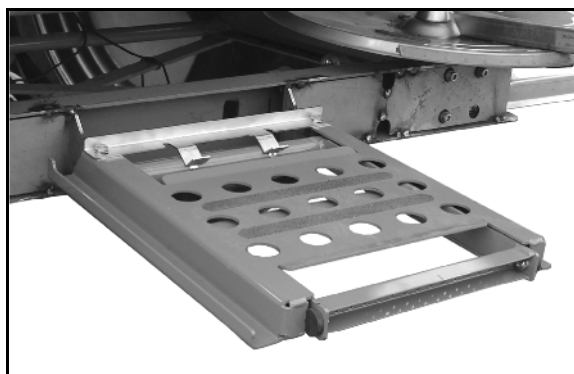

Fig. 41
- Hvis den ikke brukes må stigen svinges opp (Fig. 41) og skyves fremover med plattformen.